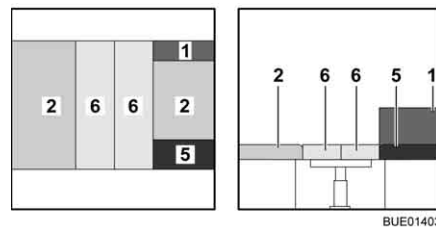

Fig. 123 Après la transformation
- Poser le coussin supplémentaire 1 (Fig. 123,5) sur la rallonge de siège.
- Placer deux coussins supplémentaires (Fig. 123,6) sur la table.